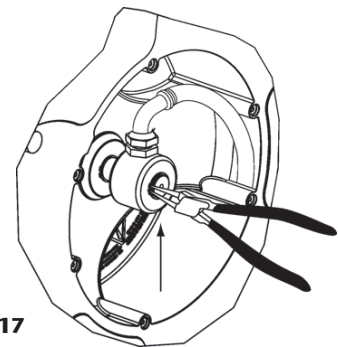

Fig. 17
3. Quite la arandela de seguridad y tire de la rótula hacia fuera con cuidado de no dañar la junta interior (fig. 17).